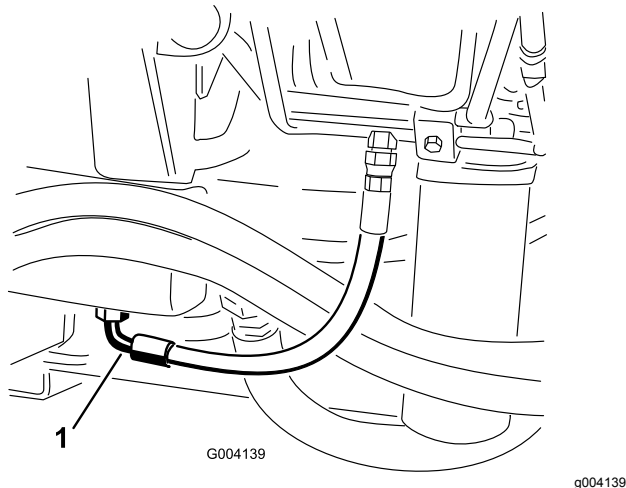

図 88
2. タンク図 88 の下についているフィッティングの下に、オイルを受ける大型の容器を置く。